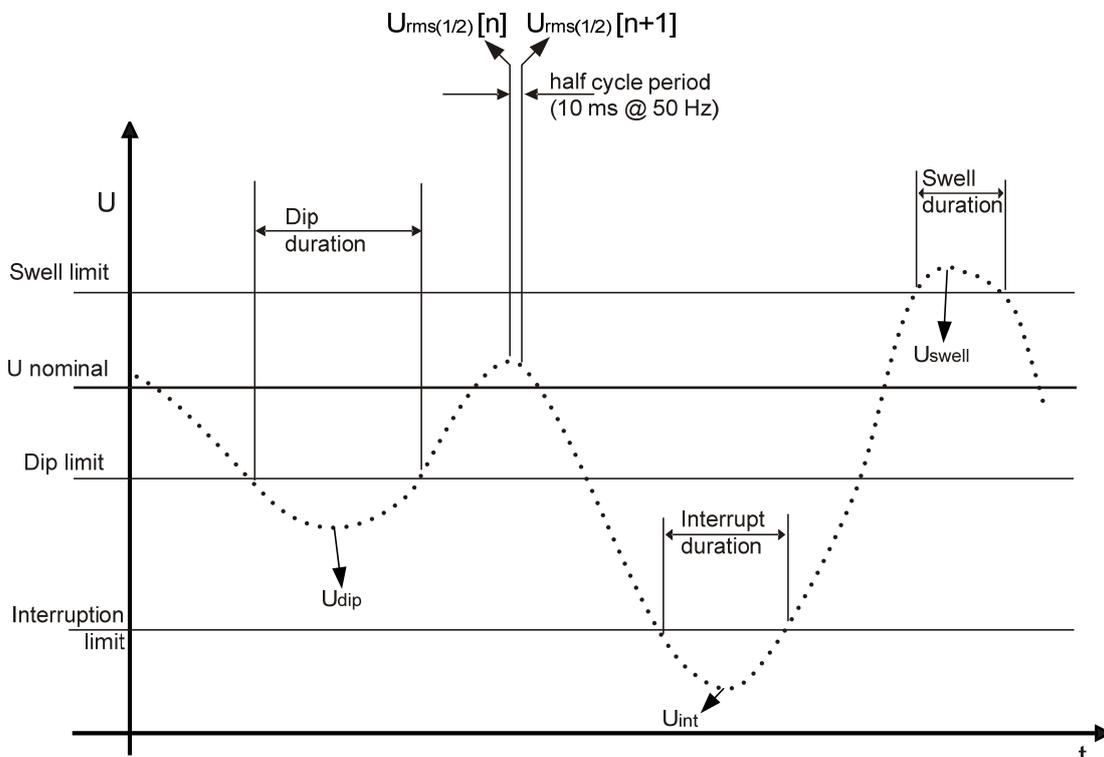

Abbildung 5.9 Definition von Spannungseignissen
- In Einphasensystemen beginnt ein Spannungseinbruch, wenn die Spannung $U_{Rms\frac{1}{2}}$ unter den Schwellenwert für den Spannungseinbruch fällt und endet, wenn die $U_{Rms\frac{1}{2}}$ -Spannung gleich oder größer als der Schwellenwert für den Spannungseinbruch plus 2 % der Hysterespannung ist (siehe *Abbildung 5.9*).
wenn die $U_{Rms\frac{1}{2}}$ -Spannung gleich oder kleiner als der Schwellenwert für die Spannungsüberhöhung plus 2 % der Hysterespannung ist (siehe *Abbildung 5.9*),
- In Einphasensystemen beginnt eine Spannungsunterbrechung, wenn die Spannung $U_{Rms\frac{1}{2}}$ unter den Schwellenwert für die Spannungsunterbrechung fällt und endet, wenn der $U_{Rms\frac{1}{2}}$ -Wert gleich oder größer als der Schwellenwert für die Spannungsunterbrechung plus Hystere ist (siehe *Abbildung 5.9*).